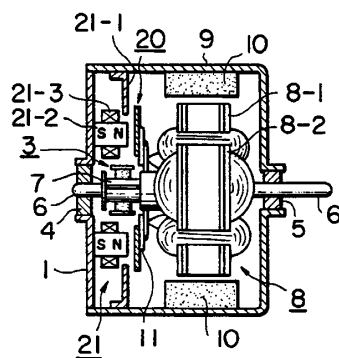

Рис.11
**Миниатюрный мотор с частотным генератором** описан в патенте США 5013946 (1991 г.). На рис.11 цифрой 20 обозначен ротор генератора, цифрой 8 - ротор мотора, 21 - статор, 21-1 - передаточная катушка, 21-2 - магнит генератора, 21-3 - катушка обнаружения. Между двумя роторами расположена передающая коробочка 7, которой можно управлять и тем самым изменять обороты мотора.